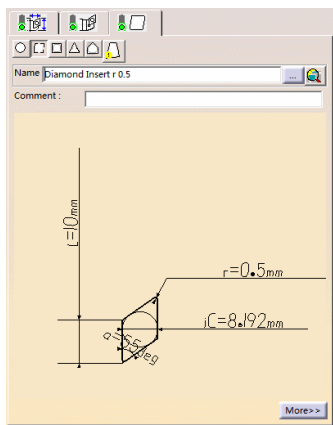

图 6-33 刀片选项卡 (2)
● 单击刀具参数选项卡中的, 切换到刀片选项卡 (2), 设置刀片类型以及刀片参数, 如图 6-33 所示。